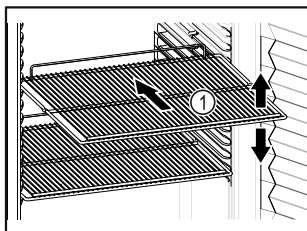

Fig. 29
- ❑ Pokud jsou odstavné rošty Fig. 29 (1) přemístitelné, přizpůsobte je vždy na danou výšku.